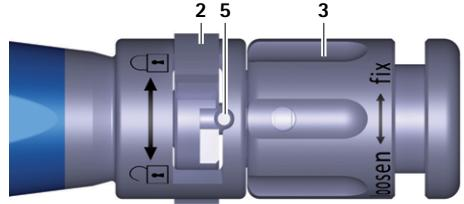

Fig. 4 Vista ingrandita strumento inseritore, impianto di prova/impianto serrato
- ▶ Ruotare il dado girevole 3 dello strumento inseritore A in senso orario (direzione "fix"), finché l'impianto di prova non è serrato saldamente, vedere Fig. 4.
- ▶ Ruotare il dado girevole **3** sullo strumento inseritore **A** in senso orario (direzione: "fix"), finché l'impianto non è serrato, vedere Fig. 4.